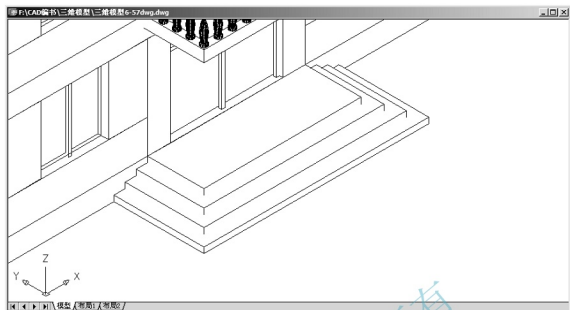
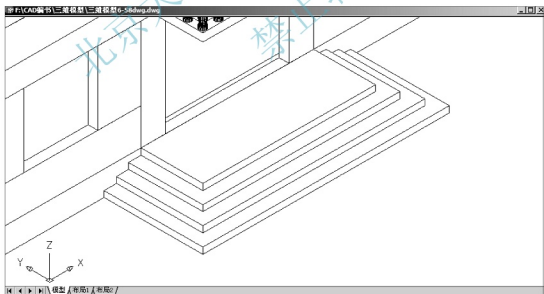

图 6.61 被拉伸后的“台阶”
图 6.62 进行布尔运算后的“台阶”
(2) 用相同的方法拉伸另外 3 个矩形, 中间的矩形分别向 Z 轴正方向拉伸 450mm 和 300mm, 最外面的矩形向 Z 轴正方向拉伸 150mm, 结果如图 6.61 所示。
- (1) 执行菜单栏中的【修改】|【实体编辑】|【并集】命令，执行布尔运算。
- (2) 在**选择对象**：提示下，选择刚才拉伸的全部“台阶”。
- (3) 按 Enter 键结束命令，结果如图 6.62 所示。对比图 6.61 和图 6.62 中台阶显示的区别。